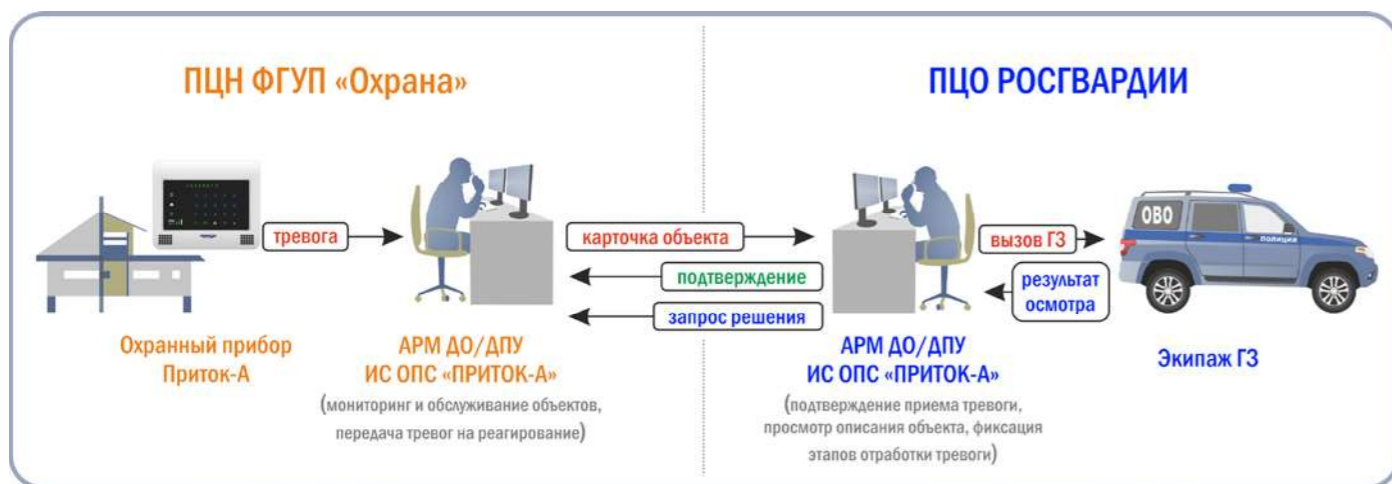

Рис. 3
- 1 С ОДНОГО АРМ ДО/ДПУ ИС ОПС «ПРИТОК-А» НА ДРУГОЙ АРМ ДО/ДПУ ИС ОПС «ПРИТОК-А». Т.Е. ОБА ПУЛЬТА РАБОТАЮТ С СИСТЕМОЙ «ПРИТОК-А» (Рис. 3);